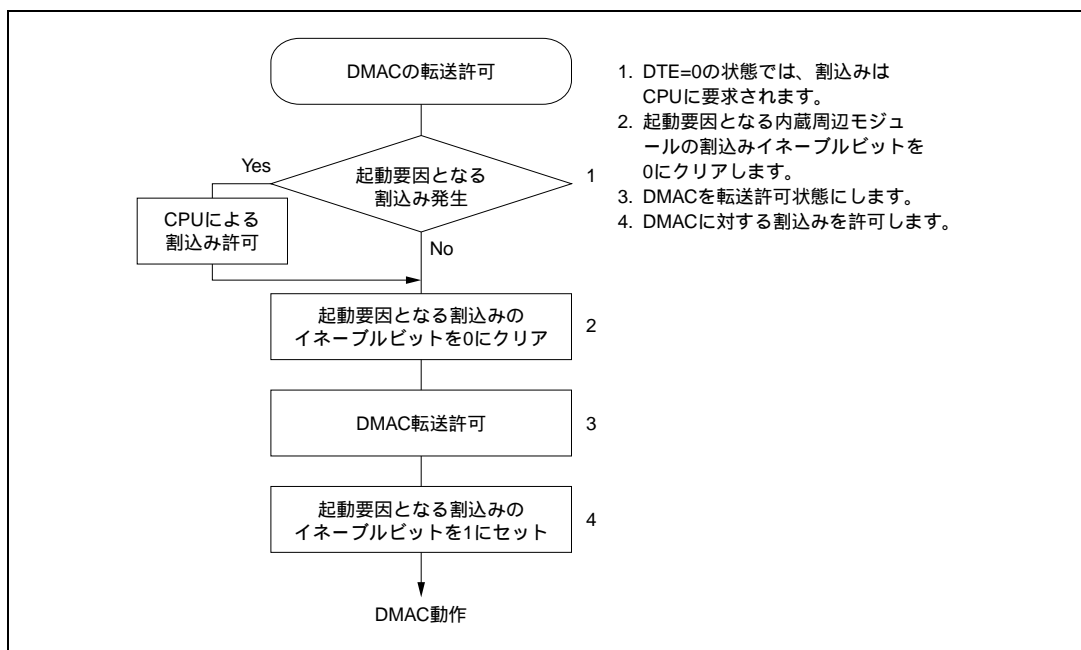

図 8.26 内蔵周辺モジュールが動作中に DMAC を転送許可状態にする場合の手順例
- (1) 内部割込みでDMACを起動する場合、起動要因を選択してからDMACを転送許可状態にするまでの期間に選択した起動要因が発生しないようにしてください。すなわち、DMACを転送許可状態にした後、起動要因となる内蔵周辺モジュールを動作させてください。内蔵周辺モジュールの動作中にDMACを許可状態にする場合、図8.26の手順で行ってください。
なお、DTE = 1なおかつDTME = 0の状態では、DMACは停止状態であり、またCPUにも起動要因となる割り込みは要求されません。例えば、NMI割り込みにより、DMACを停止状態にした場合は、起動要因となる割り込みはCPUには要求されません。このとき、DMAC動作を打ち切る場合には、DTEビットを0にクリアし、CPUに割り込みを要求させてください。DMAC動作を継続する場合には、DTMEビットを1にセットする前後で、図8.26 の2、4の操作を行ってください。